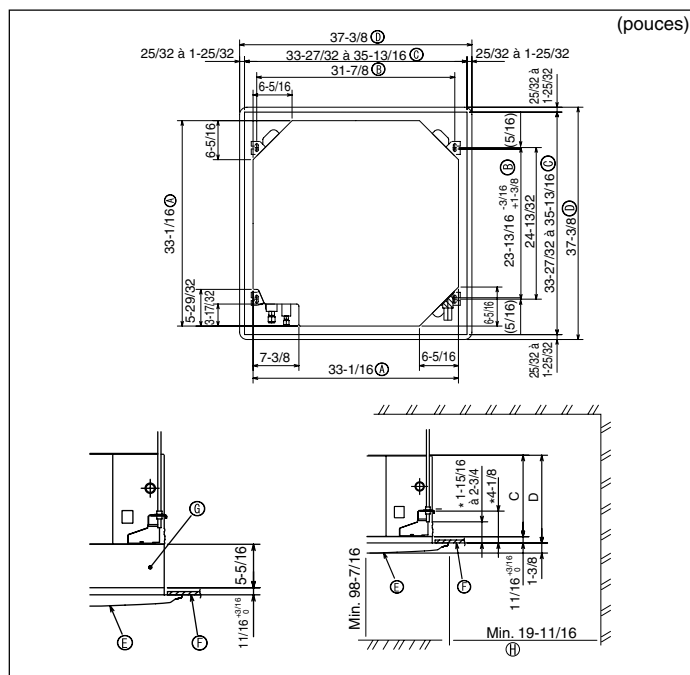

Fig. 3-2
①	Schéma d'installation	1
②	Rondelles (avec isolation) Rondelles (sans isolation)	4 4
③	Cache-tuyaux (pour le raccord des tuyaux de réfrigérant) petit diamètre grand diamètre	1 1
④	Courroie	8
⑤	Vis avec rondelle (M5 x 25) pour monter la grille	4
⑥	Prise d'écoulement	1
⑦	Isolation	1
3.2. Ouvertures dans le plafond et emplacement des boulons de suspension (Fig. 3-2)
- Les dimensions de l'ouverture dans le plafond peuvent être définies au sein de la plage indiquée dans la Fig.3-2 ; centrer l'appareil principal par rapport à l'ouverture dans le plafond, en veillant à la symétrie de chaque côté par rapport à l'orifice.